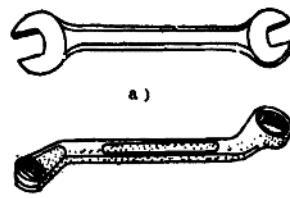

图2-8 双头呆扳手和双头梅花扳手
(1) 双头呆扳手 双头呆扳手又称双头开口扳手，如图2-8 a 所示。它是用来拆装一般标准规格的螺栓和螺母，使用方便，可以上下套入或直接插入，便于在受限制的位置中工作。扳手的开口方向与本身具有一个角度（通常为15°、45°、90°）借以增加扳手的旋转角度。扳手的规格是以扳手的长度和开口大小来决定的。
(2) 梅花扳手 梅花扳手俗称“眼镜”扳手，如图2-8 b 所示。其用途与双头呆扳手基本相同，所不同的是扳手两端的套筒能将螺栓或螺母头全部扣紧，工作时不易滑脱，安全可靠。有些螺栓、螺母，因受位置的限制，周围被其他零件围住，使用梅花扳手较为方便。梅花扳手的柄部较长，工作起来比较轻便。